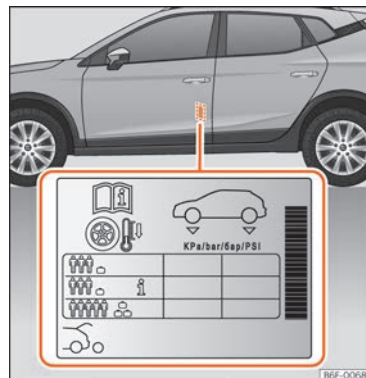

Abb. 190 Einbauort des Aufklebers für den Reifenfülldruck.
- Passen Sie bei größerer Zuladung den Reifendruck entsprechend an »» (Abb. 190).
Die Angaben zum Reifenfülldruck befinden sich auf dem Aufkleber an der Fahrertürsäule »» (Abb. 190).
fülldruck entsprechend dem auf dem Reifenfülldruck-Aufkleber angegebenen maximalen Wert erhöht werden »» (Abb. 190).
Füllen Sie bei einem minimierten Notrad (125/70 R16 oder 125/70 R18) auf einen Druck von 4,2 bar, gemäß Angabe auf dem Aufkleber mit den Reifendruckwerten »» (Abb. 190).
Je nach Fahrzeug kann der Reifenfülldruck auf halbe Last eingestellt werden, um den Fahrkomfort zu verbessern (Reifenfülldruck  »» (Abb. 190)). Beim Fahren mit Komfort-Reifendruck kann sich der Kraftstoffverbrauch leicht erhöhen.
- **Der Fahrer ist verantwortlich für den richtigen Reifenfülldruck an allen Reifen am Fahrzeug. Der empfohlene Reifenfülldruck befindet sich auf einem Aufkleber »» (Abb. 190).**
- **Immer den richtigen Reifenfülldruck am kalten Reifen einhalten, wie auf dem Aufkleber angegeben »» (Abb. 190).**